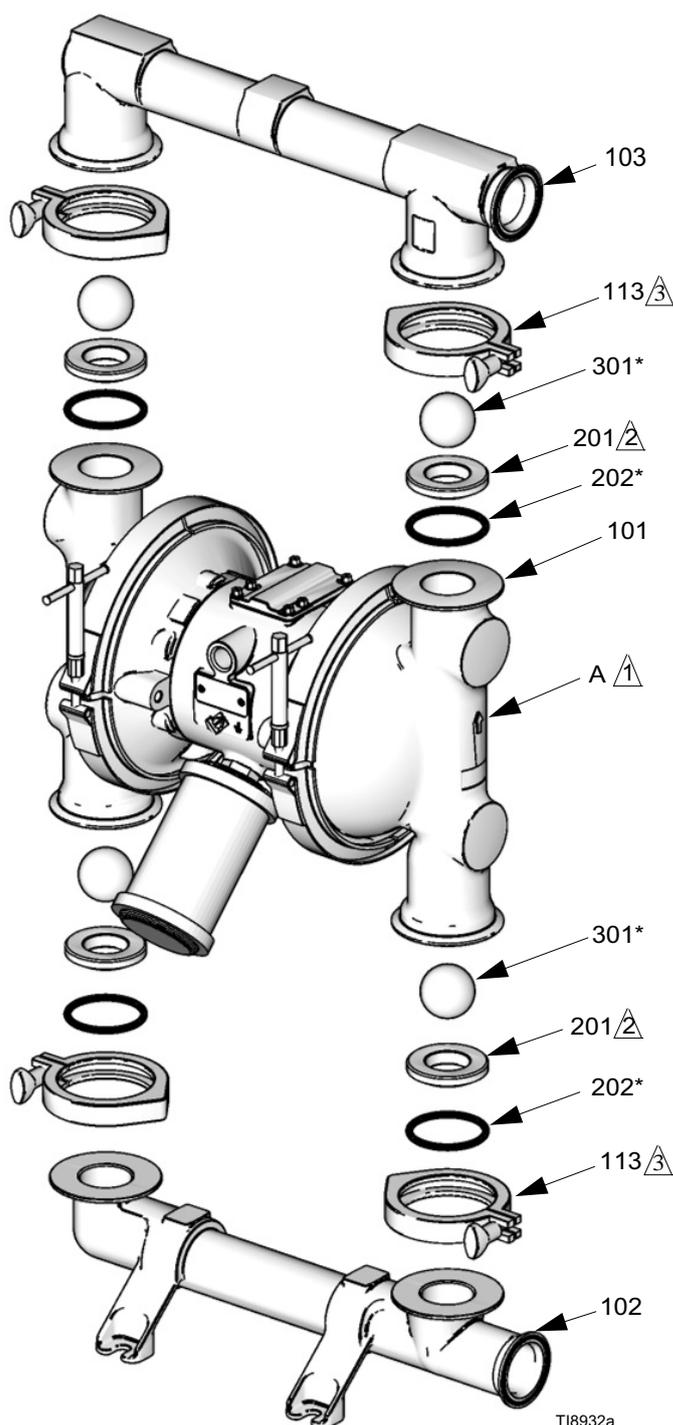

Рис. 9
- Для обеспечения надлежащей посадки шариков (301) необходимо осматривать седла при замене шариков. Если на посадочной поверхности седла присутствуют признаки износа, седла следует заменить. Кроме того, при необходимости следует заменять уплотнительные кольца (202). Уплотнительные кольца из ПТФЭ следует заменять при каждом снятии коллекторов.
3. Снимите фиксаторы (106), с помощью которых выпускной коллектор (103) крепится к крышкам (101) жидкостной секции. См. Рис. 9.
4. Извлеките уплотнительные кольца (202), седла (201) и шарики (301) из коллектора (103).
5. Переверните насос и снимите впускной коллектор (102). Снимите уплотнительные кольца (202), седла (201) и шарики (301) с крышек (101) жидкостной секции.
2. Соберите в обратном порядке, соблюдая все примечания, указанные на Рис. 9. Шаровые обратные клапаны и коллекторы необходимо собирать в точном соответствии с иллюстрациями. Стрелки (A) на крышках (101)